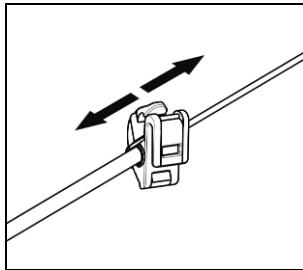

Abb. 16
- Richten Sie das Mikrophon aus (Abb. 16).